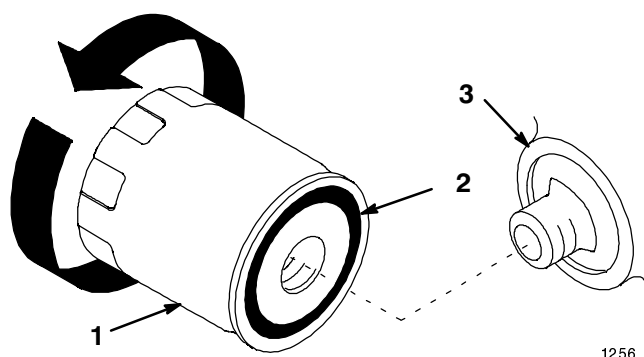

Figure 49
2. Déposer le filtre à huile usagé de la boîte-pont et essuyer la surface de joint de l'adaptateur du filtre (Fig. 49).
3. Enduire d'une mince couche d'huile fraîche le joint de caoutchouc du filtre neuf (Fig. 49).
4. Monter le nouveau filtre à huile de transmission sur l'adaptateur, en vissant le filtre dans le sens des aiguilles d'une montre jusqu'à ce que le joint de caoutchouc touche l'adaptateur, puis en le vissant encore de 3/4 de tour supplémentaire (Fig. 49).